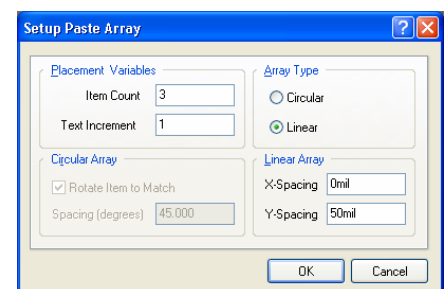

図46 複数のパッドを一度にペースト
- **Edit** » **Paste Special** [ショートカット E, A]を選択します。 *Paste Special* ダイアログが表示されます(図 46)。